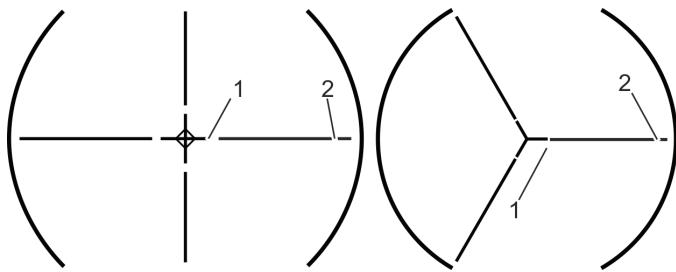

Рис. 47 Створка в исходном положении (четыре и три створки)
4. Повернуть ручку на крестовине (рис. 47/2) обратно для того, чтобы зафиксировать створку (рис. 47/1).
» Створки устанавливаются в исходное положение (рис. 47).